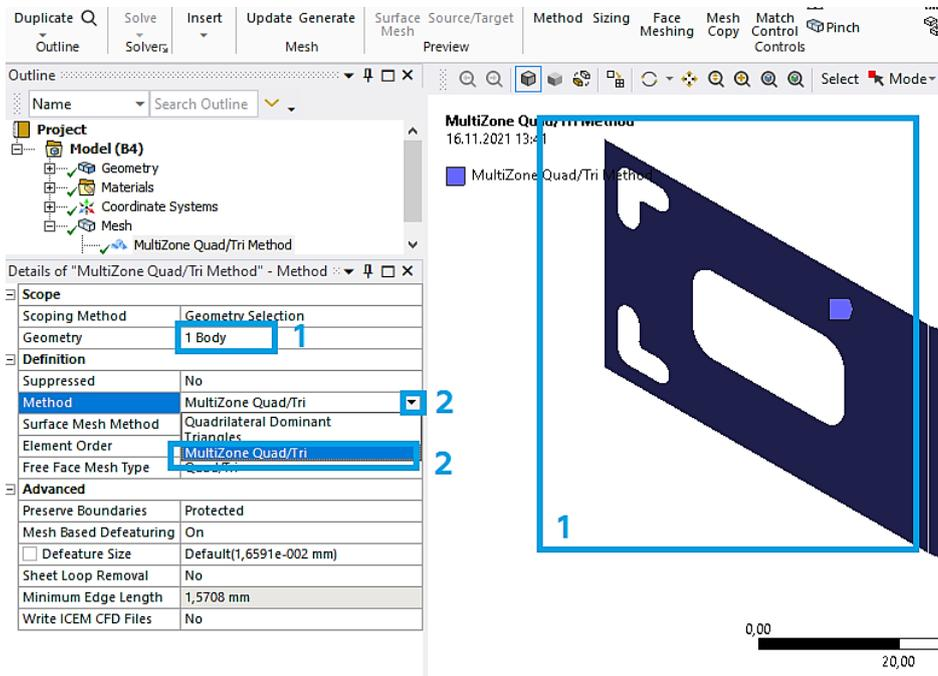

Рис. 16. Задание настроек сетки
– жмем ПКМ на *Mesh – Insert – Method*, выделяем геометрию (1) и выбираем метод (2) – *Multizone Quad/Tri* (рис. 16);